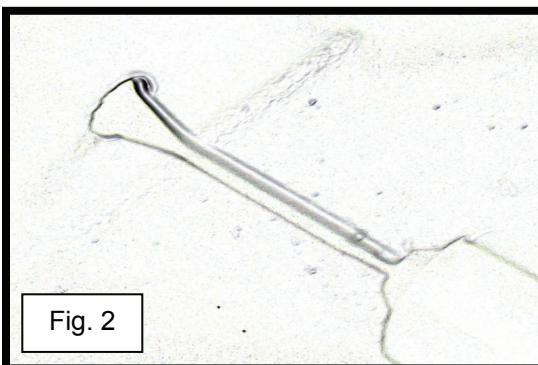

Fig. 2
- 2) Posicionar a broca no ponto de perfuração e proceder à perfuração de um orifício para a anilha de borracha (ver a fig. 2). Após concluir esta etapa no primeiro centro de acumulação, repetir o procedimento para o outro centro de acumulação a ser unido. **NOTA: O outro centro de acumulação terá um ponto de perfuração correspondente oposto ao ponto perfurado.**